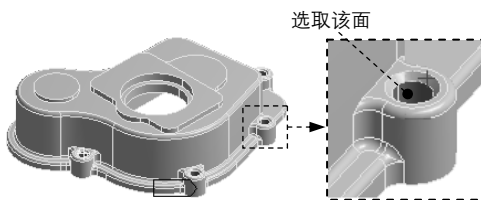

图 2.6.19 选取曲面 (四)
(1) 在图形区选中图 2.6.19 所示的曲面对象右击，在弹出的快捷菜单中选择  Create Named Selection 命令，弹出“Selection Name”对话框。